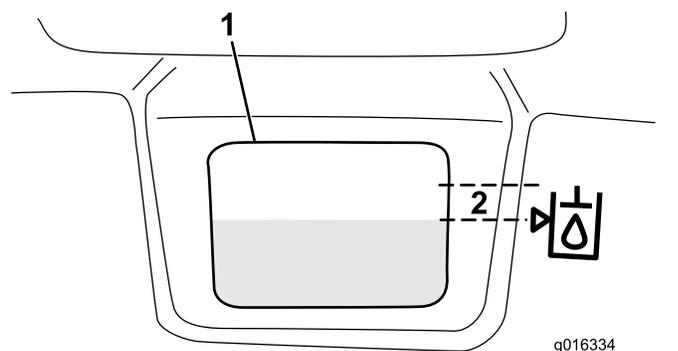

图33
3. 将适当的液压油缓慢注入油箱、直至油位达到油箱前面白色窗口旁边符号箭头所指的位置或其上下 6mm 范围内 图33。切勿过量添加。